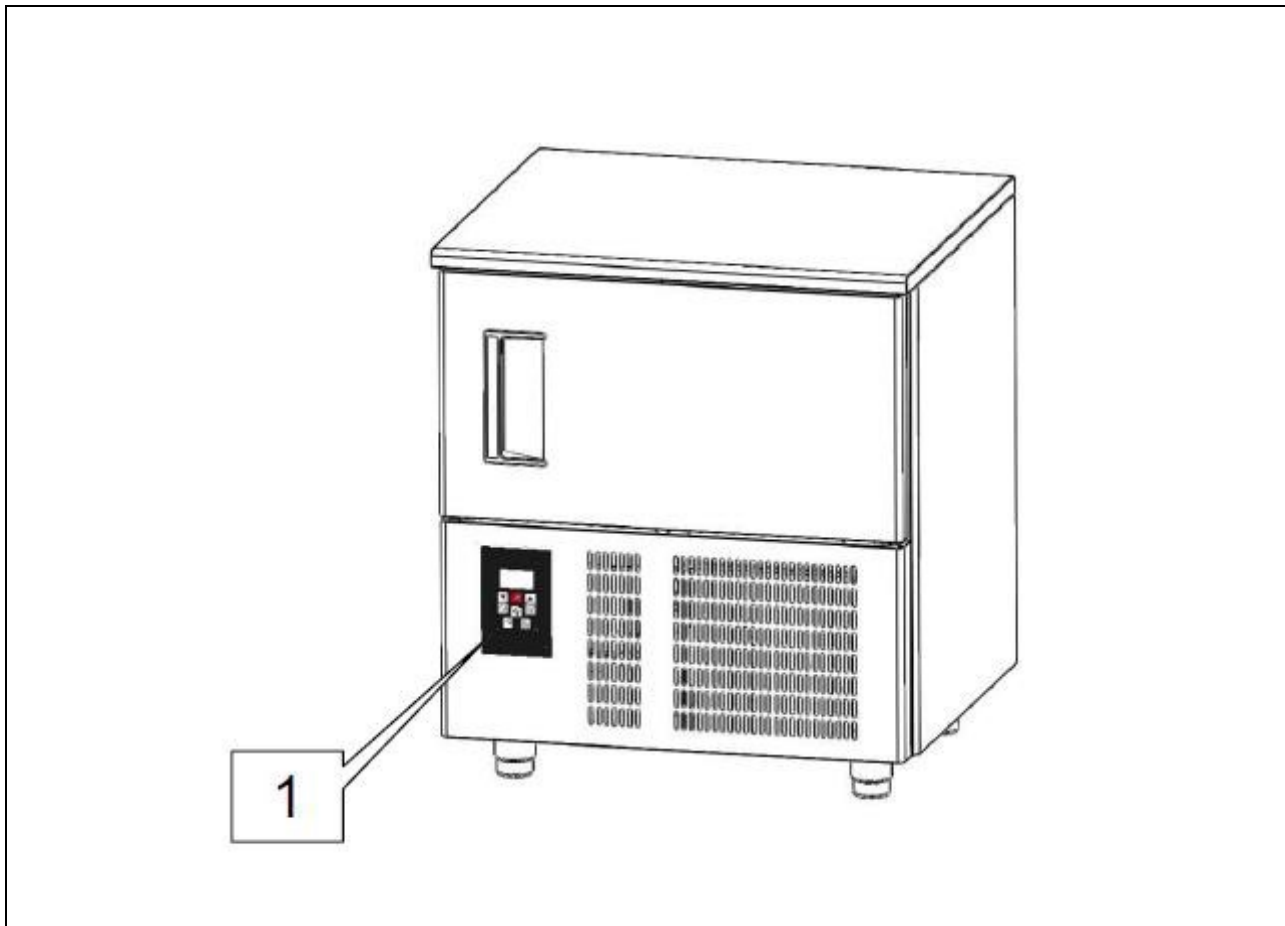

Fig.6
Hela apparaten kontrolleras av ett elektroniskt kretskort. Stop funktionen styrs av en  knapp (ref. 1 fig. 6). För att stoppa maskinen oavsett vilket läge, håll inne stopp knappen  i tre sekunder.